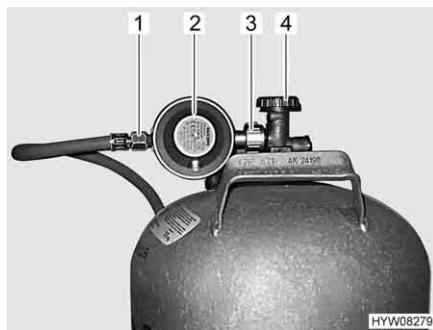

Fig. 66 Raccordo bombola del gas
- Chiudere la valvola principale di arresto (Fig. 66,4) della bombola del gas. Osservare la direzione della freccia.
- Tenere fermo il regolatore di pressione del gas (Fig. 66,2) e aprire il dado zigrinato (Fig. 66,3) (nella filettatura sinistra).
- Rimuovere il regolatore di pressione del gas con il tubo del gas (Fig. 66,1).
- Collegare il regolatore di pressione del gas (Fig. 66,2) con il tubo del gas (Fig. 66,1) sulla bombola del gas e serrare il dado zigrinato (Fig. 66,3) (generalmente filettatura sinistra). **Non tirare con molta forza.**